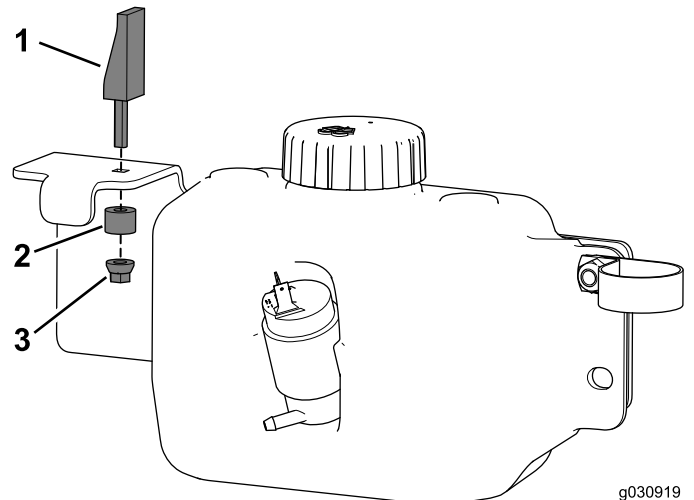

Bild 35
4. Montieren Sie den Ausdehnungsriegel an der Behälterbefestigung (Bild 35).